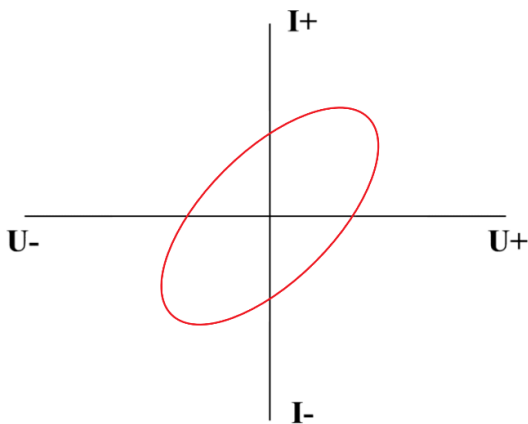

Рисунок 9. Внешний вид графика ВАХ RC-цепочки.
- RC-цепочка на ВАХ будет выглядеть следующим образом (Рисунок 9):